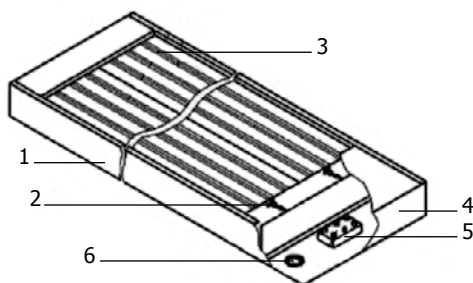

Рис. 1 - Обогреватель инфракрасный
4. Комплект монтажных деталей находится внутри обогревателя под съемной крышкой 4 (см. рис. 1). В комплект входят две цепи (11 звеньев для обогревателя RИH-R800G и RИH-R1000G и 15 звеньев для обогревателя RИH-R2000G) и четыре карбина.